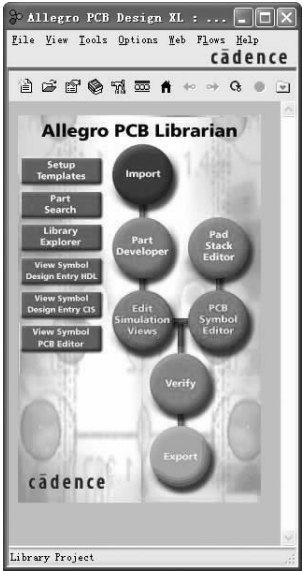

图 2-108 库管理器窗口
7. 单击 **确定** 按钮，在库管理窗口创建一个新的库项目，如图2-108所示。该窗口显示元件库操作。